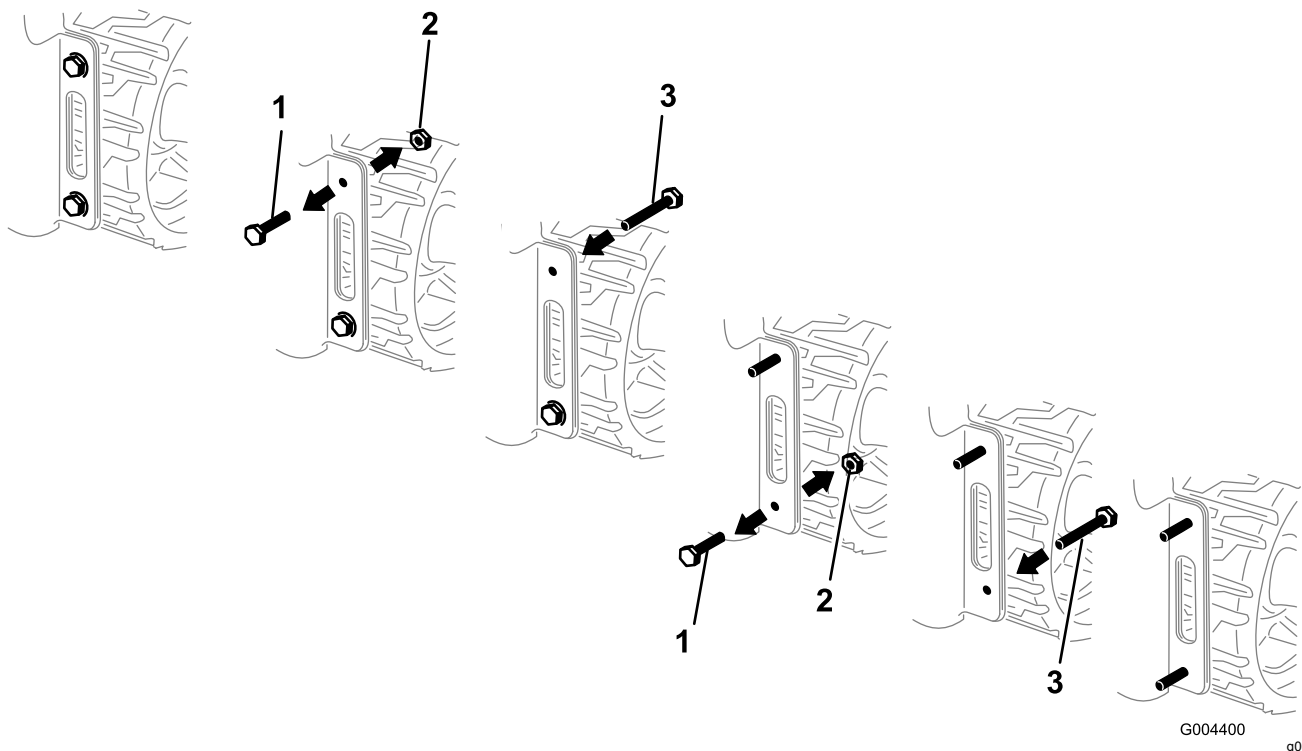

Figura 3
2. Uno por uno, cambie los 4 pernos y tuercas que sujetan los laterales del panel trasero inferior al bastidor por 4 pernos nuevos ($\frac{1}{2}$ x $1\frac{1}{2}$ "), como se muestra en la Figura 3.